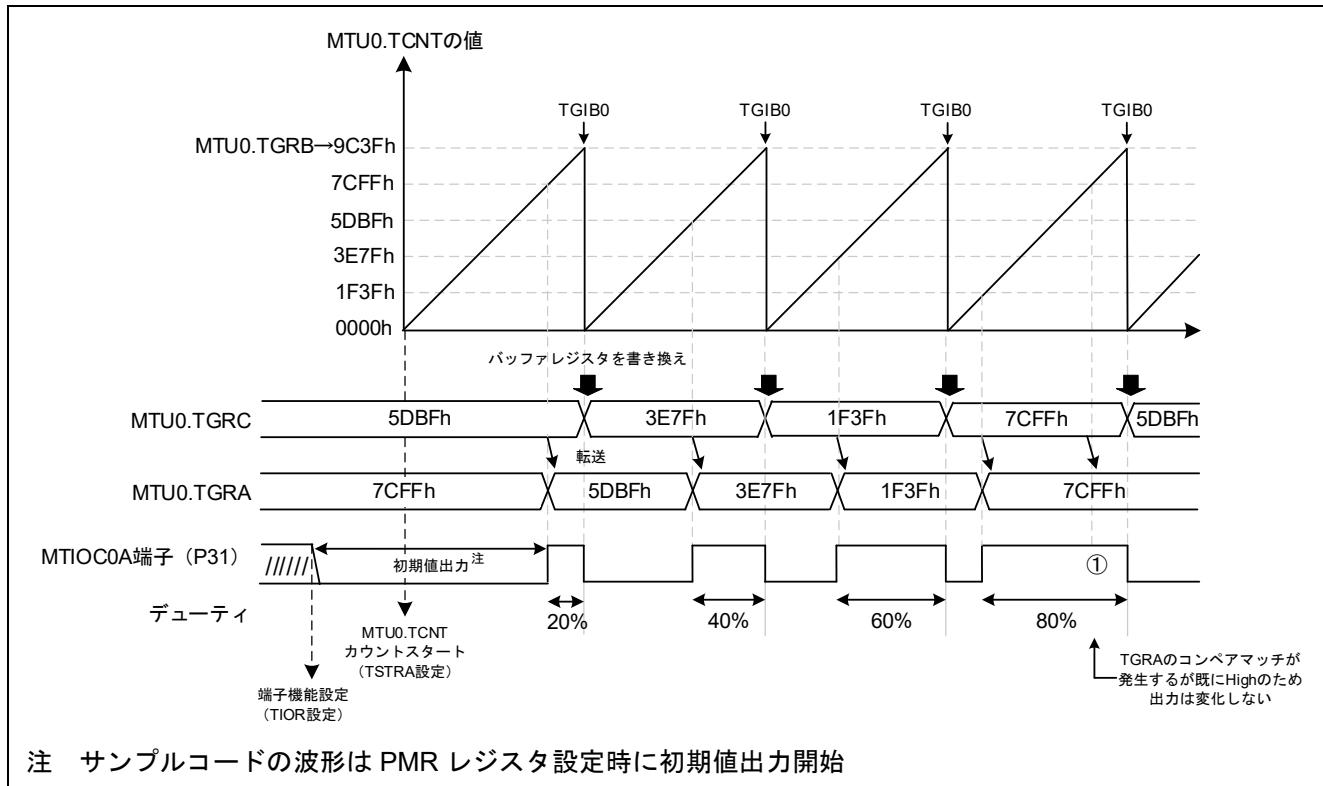

図 3-7 サンプルコードの動作
- デューティの変更タイミングの詳細は図 3-7 を参照
本サンプルコードの動作を図 3-7 に示します。周期ごとにデューティの設定を変更するため、周期レジスタ MTU0.TGRB のコンペアマッチ割り込み (TGIB0) で、バッファレジスタ MTU0.TGRC の値を書き換えます。TGRC の値は、TGRA のコンペアマッチ発生時に TGRA レジスタ MTU0.TGRA へ転送されます。
詳細は、図 3-7 の①を参照してください。